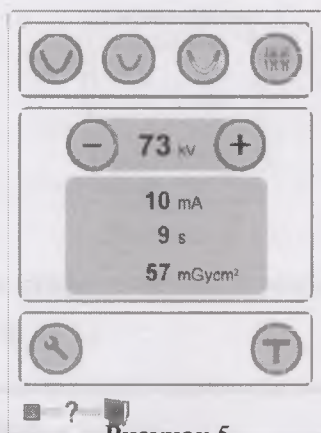

Рисунок 5
7.1.3 Включите аппарат. Кнопка ON / OFF находится на задней части основы штатива. Аппарат проведет автотестирование, при котором загорятся индикаторы на дисплее. После завершения автотестирования на дисплее появится вопросительный знак «?» рядом с индикатором статуса аппарата (см. рисунок 5).